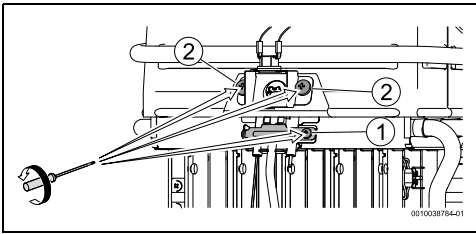

Bild 21
- ▶ Befestigungsschraube der Zündbrennerhalterung entfernen, Abb. 21, [1].
- ▶ Befestigungsschrauben der Halterung der Einrichtung zur Zustandsüberwachung der Brennkammer entfernen, Abb. 21, [2].